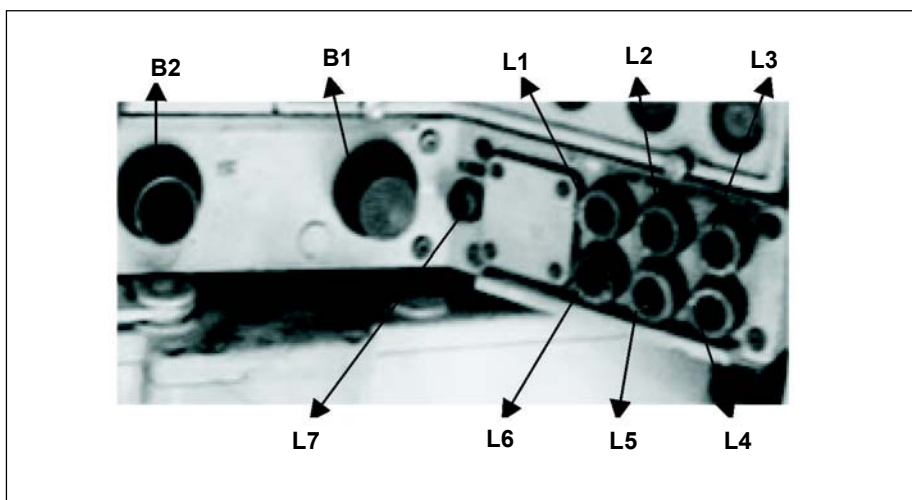

Fig 4-3. Caixa de controle e regulagem do atirador
(5) Interruptores:
**c. Caixa de controle e regulagem do atirador** (Fig 4-3) - Localizada à frente do atirador, é composta de: